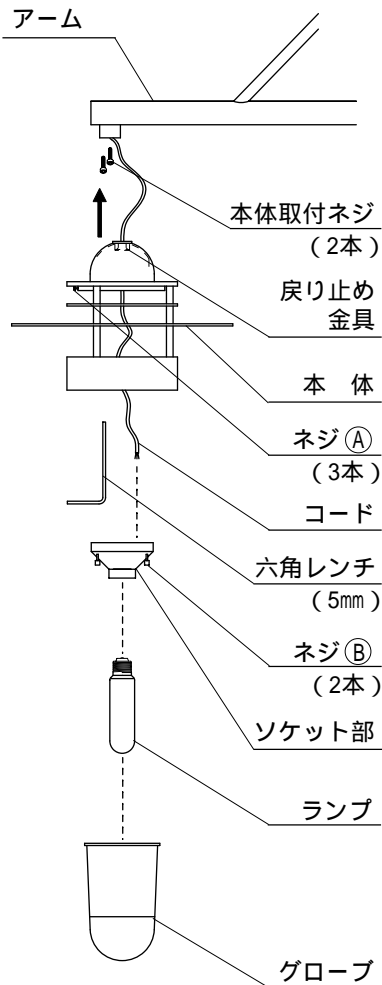

図 1
- 6 本体を持ち上げ、アームから出ているコードを本体の頭部に通してください。(図1参照)
- 7 本体をアームに取り付けてください。(図1参照)